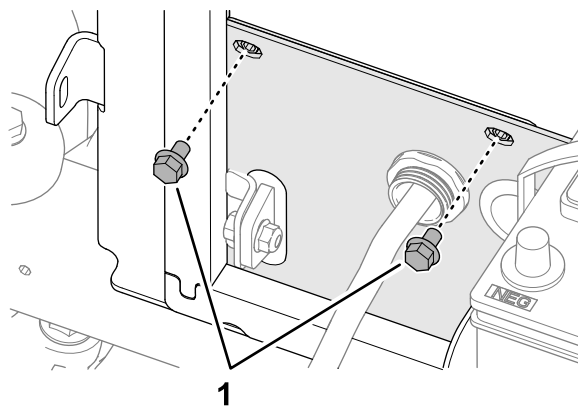

Figure 11
1. Retirez les 2 vis à embase (5/16" x 1/2") qui fixent le radiateur sur son support (Figure 11).